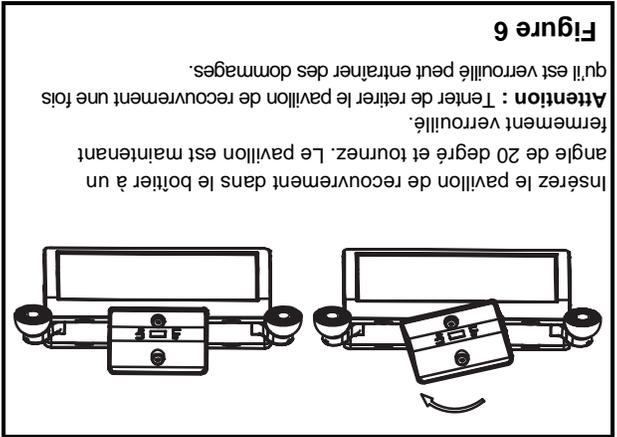

Figure 6
- c. Installez le pavillon de recouvrement selon votre configuration d'installation (voir figure 6).